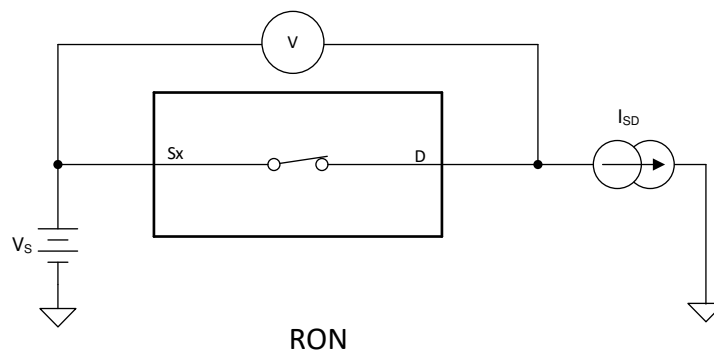

図 6-1. オン抵抗測定時の構成
デバイスのオン抵抗は、デバイスのソース ピン (Sx) とドレイン ピン (Dx) の間の抵抗値 ( $\Omega$ ) です。オン抵抗は、入力電圧と電源電圧によって変化します。オン抵抗は、記号  $R_{ON}$  を使用して示されます。図 6-1 に、 $R_{ON}$  の測定に使用する測定構成を示します。この構成を使用して電圧 (V) と電流 ( $I_{SD}$ ) を測定し、 $R_{ON}$  は  $R_{ON} = V / I_{SD}$  で計算します。